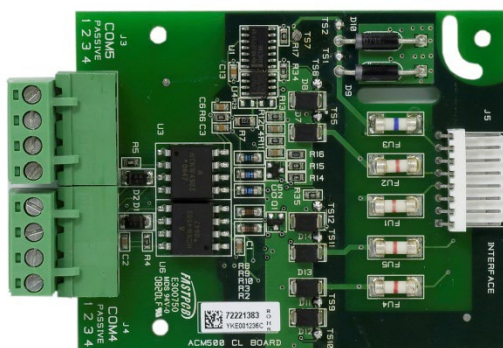
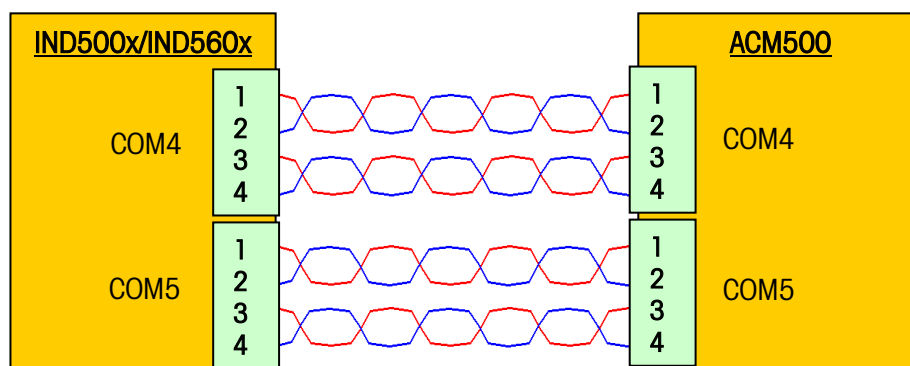

Abbildung 3-11: Schnittstellenplatine der Stromschleife
Abbildung 3-12: Eigensichere serielle Schnittstellenverdrahtung
4. Folgen Sie den Verdrahtungsverbindungen, die in Abbildung 3-12 und Tabelle 3-3 dargestellt sind. Beziehen Sie sich auf die Abbildung 3-11 als Hilfestellung bei der Identifizierung der Terminal-Positionen. Achten Sie darauf, dass Sie die interne Verdrahtung so kurz halten, wie dies praktisch möglich ist.
6. Folgen Sie den Verdrahtungsverbindungen, die in Abbildung 3-12 und Tabelle 3-3 dargestellt sind. Beziehen Sie sich auf die Abbildung 3-11 als Hilfestellung bei der Identifizierung der Terminal-Positionen. Achten Sie darauf, dass die internen Drähte so kurz wie praktisch möglich sind.